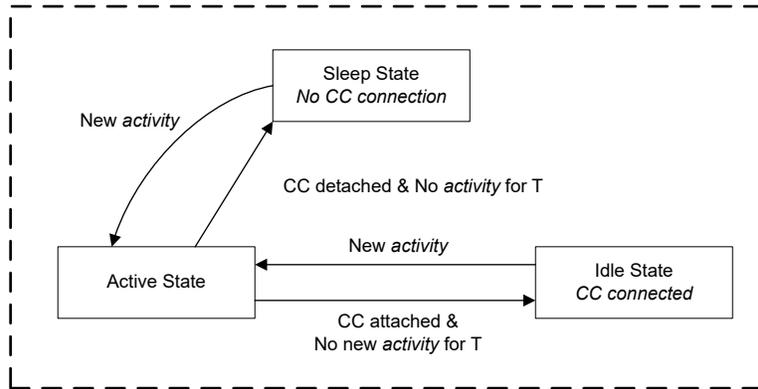

图 8-35. 电源状态流程图
TPS26744E-Q1 可在四种不同的电源状态之一下运行：运行、空闲、睡眠或关断。下表中总结了每个状态下可用的功能。该器件会根据处于运行状态和需要的电路在电源状态之间自动转换，请参阅 图 8-35。在睡眠状态下，TPS26744E-Q1 会检测到 Type-C 连接或其他需要进入运行状态的活动。在运行模式与空闲模式之间转换需要一段时间 (T)，其间不执行以下任何活动：